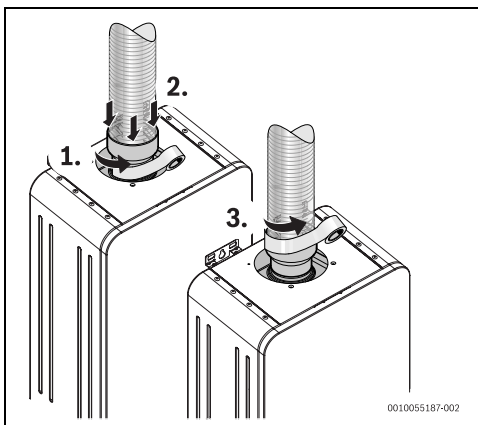

Fig. 16 Instalación tipo B23
- Estar aislado con material adecuado (fig. 16)